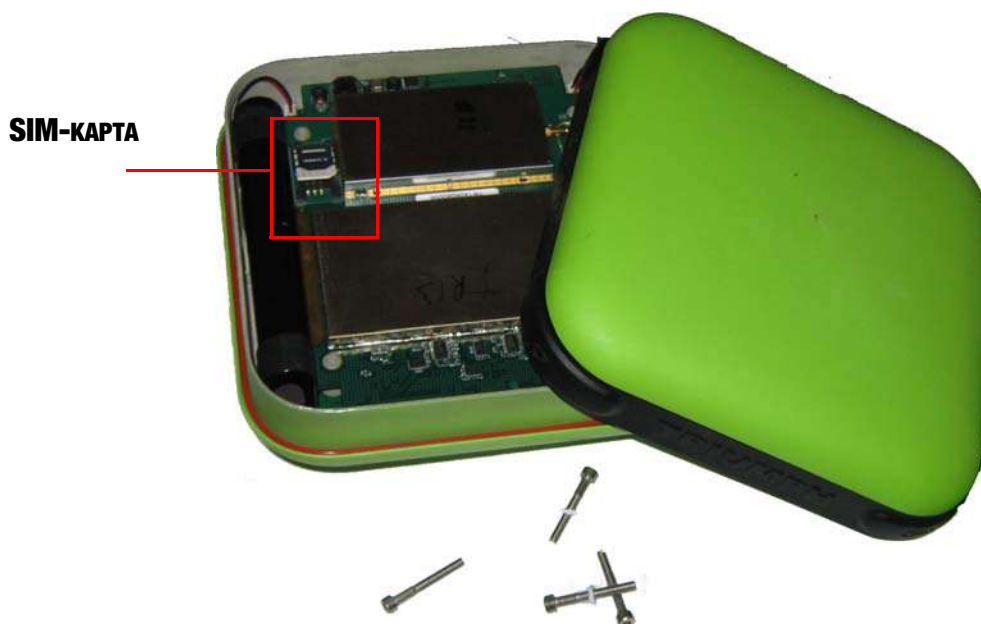

Рисунок 10. Установка второй SIM-карты
2. Откройте нижнюю часть корпуса, отвинтив 4 винта (Рис. 10 на стр. 28)